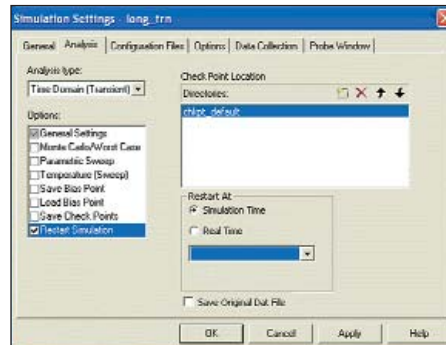

Рис. 3. Выбор опции Restart Simulation в диалоговом окне Simulation Settings
2. На вкладке **Analysis** выберем опцию (рис. 3) **Restart Simulation**.
Можно выбрать опцию **Save Original Dat File** (рис. 3) для того, чтобы поверх исходного файла не записывался другой файл. Например, возобновление моделирования из 20-го сохраненного состояния контрольной точки `D:/simdata/checkset1`: